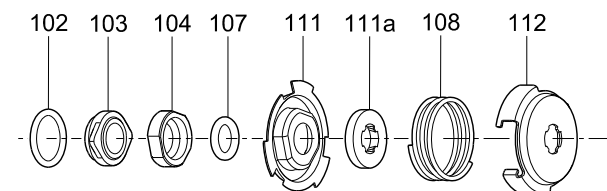

Рис. 3 Детализовка уплотнения вала
10. Демонтировать уплотнение вала (поз. 105). См. рис. 3.